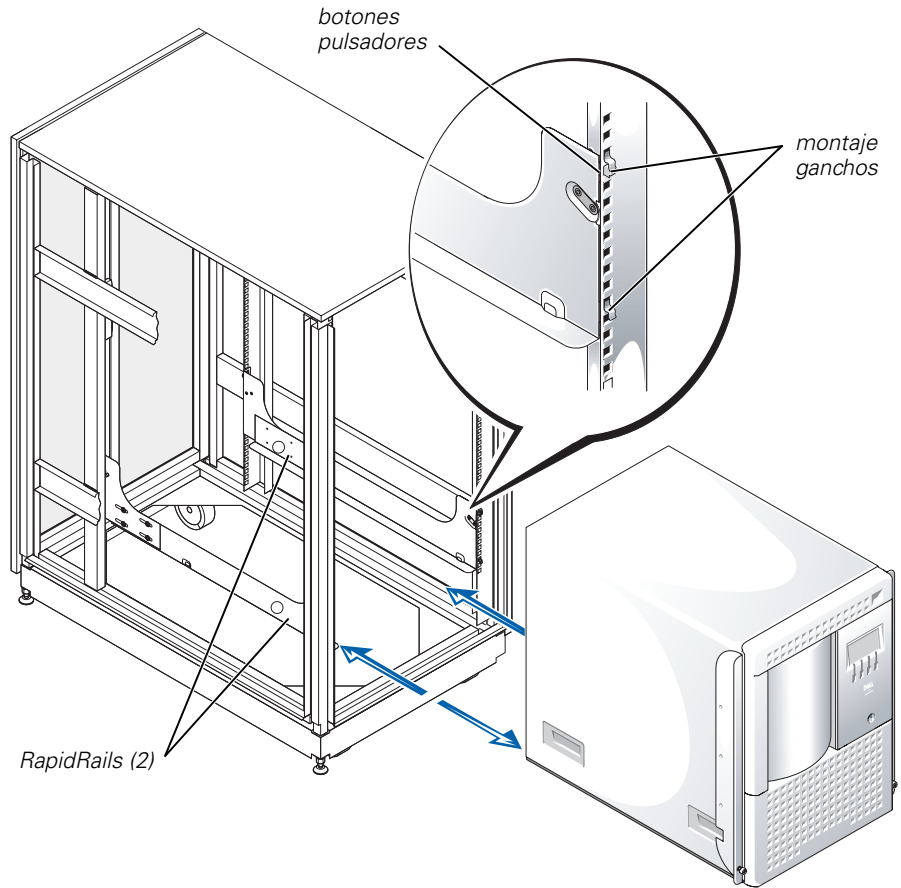

Figura 4-5. Montaje del sistema en el rack
2. Incline la parte trasera del sistema hacia arriba y colóquelo sobre los RapidRails (consulte la Figura 4-5).